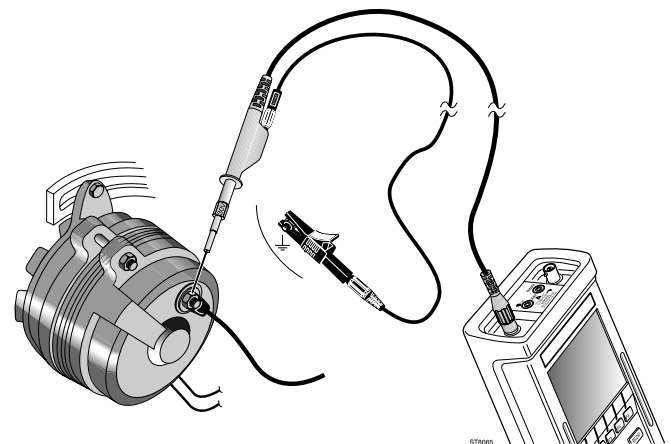

Bild 75, Messen der Generator-Ausgangsspannung
3. Schließen Sie die Meßleitungen so an, wie dies von der Funktion **Anschlußhilfe** und in Bild 75 dargelegt wird.